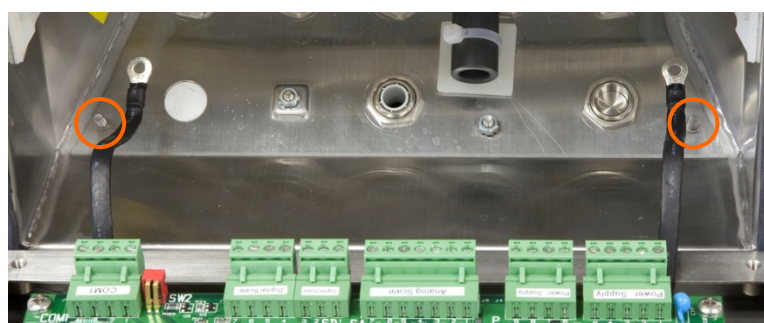

Figura 3-12: Perni aggiuntivi per un collegamento alternativo del coperchio
- C. Ruotare con attenzione il coperchio anteriore di 180 gradi e ricollegare le piattine di massa ai due perni sul lato opposto dell'alloggiamento illustrato in Figura 3-12, accanto ai manicotti di serraggio utilizzando i due dadi precedentemente rimossi. Serrare i due dadi.